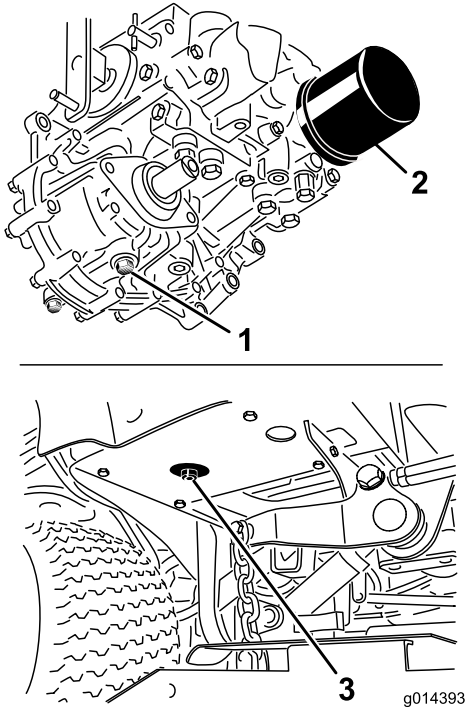

图 51
4. 清洁液压油过滤器周围的区域然后取下过滤器图 51。
3. 在液压油箱和变速箱下放一个大放油盘拔出排油塞排出所有液压油图 51。